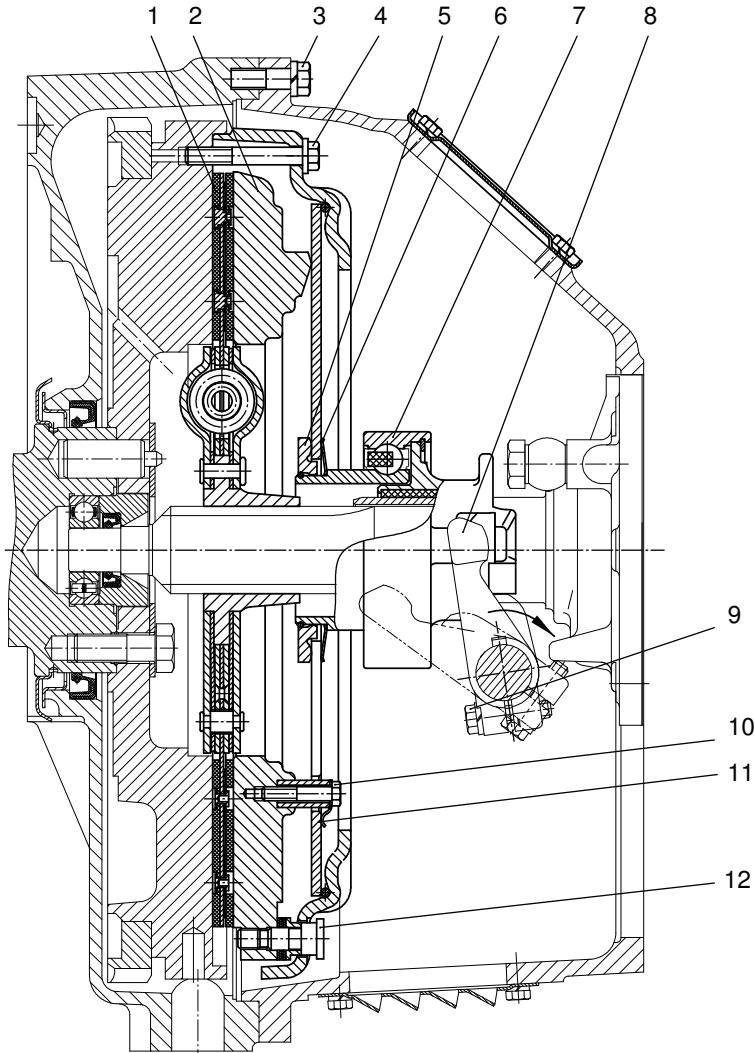
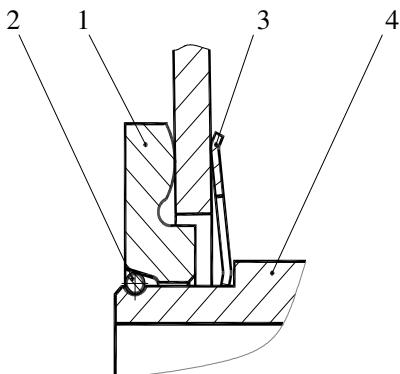

Рис. 25. Сцепление:
Рис. 27. Установка муфты выключения сцепления:
Диафрагменное сцепление (рис. 25) состоит из ведущих и ведомых частей, а также механизма выключения.
Механизм выключения сцепления состоит из муфты с подшипником 7 (см. рис. 25) и вилки 8 с валом, на шлицевой конец которого устанавливается рычаг. Муфта выключения сцепления соединяется с диафрагменной пружиной с помощью запорного устройства (рис. 27). При работе муфта центрируется по направляющей крышки заднего подшипника первичного вала коробки передач и удерживается от поворота боковыми поверхностями вилки.
Выключение сцепления осуществляется поворотом вала по часовой стрелке (см. рис. 25).
1. Установить муфту на нажимной комплект (корзину) в соответствии с рис. 27.